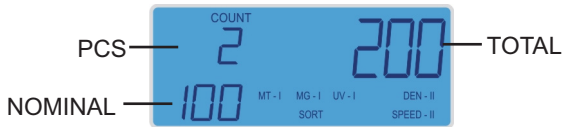

Abb.11
- Auf dem Bildschirm erscheint das Ergebnis des Zählvorganges (PCS), überprüfter Nominalwert (NOMINAL) und die Stückzahl gezählter Banknoten (TOTAL). Als Beispiel in der Abbildung 11 wird ein Zählvorgang mit den zwei 100 EURO-Banknoten durchgeführt: